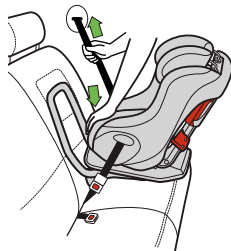

Figure 61
- Appuyez au centre du siège d'auto pour faire baisser le coussin du véhicule et tirez sur la partie baudrier de la ceinture sous-abdominale/baudrier pour la serrer, tel qu'indiqué dans la **Figure 61**, et retournez la partie superflue de la ceinture dans le rétracteur.